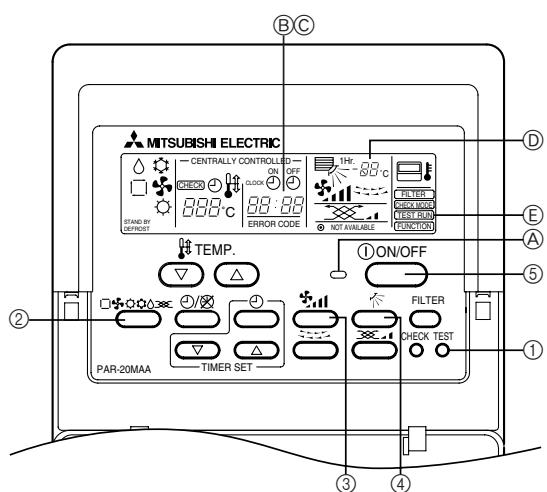

Fig. 6-1
6. Δοκιμαστική λειτουργία (Fig. 6-1)